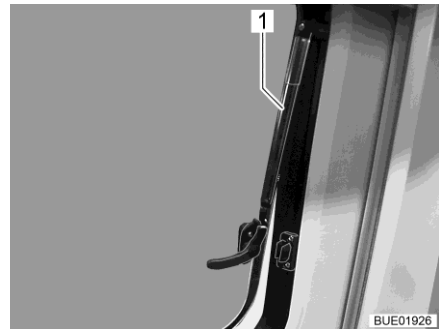

Bild 15 Ausstellfenster mit Automatik-Ausstellern, geöffnet
- Ausstellfenster bis zur gewünschten Stellung öffnen. Ausstellfenster mit Automatik-Aussteller (Bild 15,1) selbstständig einrasten lassen.